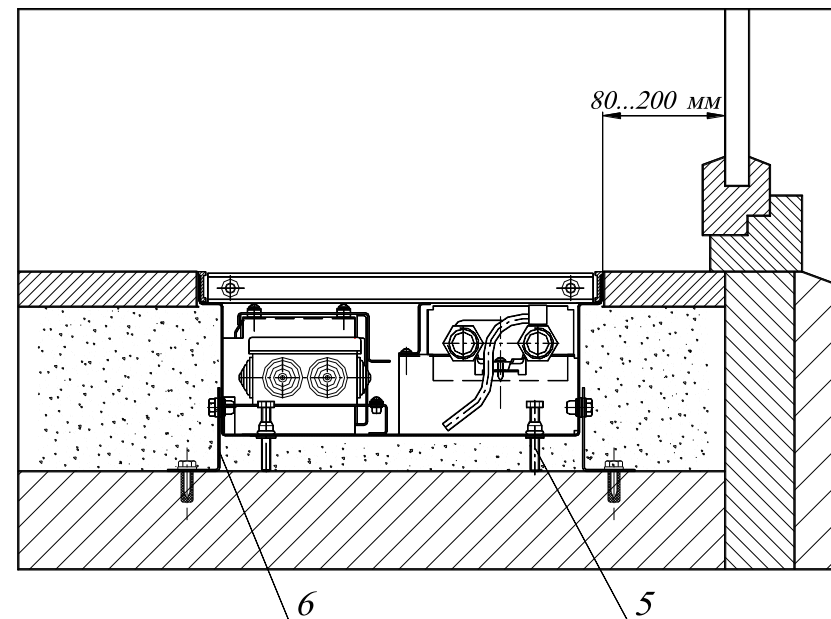

Рис.3
- 5.2 Конвектор монтируется в пол, для этого необходимо установить секции конвектора в заранее подготовленный канал в полу и выставить их по уровню пола, с помощью упорных болтов 5. Соединить болтами с гайками секции конвектора между собой. Закрепить конвектор опорами 6 к черновому полу (см. Рис.3).